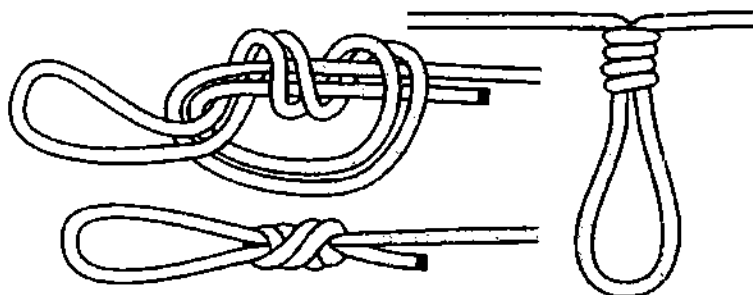

Рис. 264. Жилковая петля.
**Жилковая петля** – это *двойной* (или *тройной*) *простой узел* (*питонов узел*), завязанный сдвоенной верёвкой (рис. 264). **Жилковая петля** так же сильно затягивается, как и *дубовая петля* и поэтому её в основном вяжут рыбаки, привязывая с помощью неё крючки, приманки и грузила способом «петля в петлю». Узел отлично держит на синтетике, не скользит на лесках, шёлке и нейлоне.